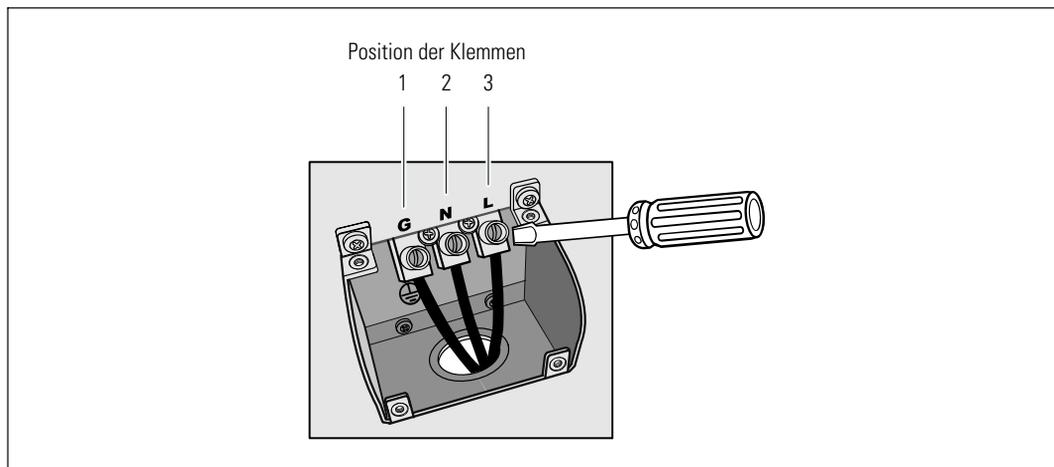

Abbildung 19. Eingangsklemmen der USV
- 6 Verbinden Sie Eingangs- und Erdungskabel mit der Anschlussleiste gemäß Abbildung 19 und Tabelle 1.